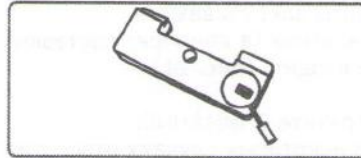
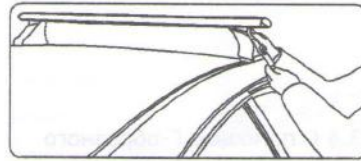

рис. 18
рис. 19
1.3.2 Предварительно установите дугу с опорами на крышу вашего автомобиля в соответствии с информацией на подушках (рис. 18). Определите место установки опор ^{*1} относительно центра крыши автомобиля (см. информацию в таблице сборки) (рис. 19).